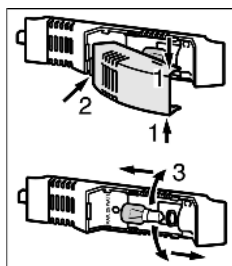

Fig. 18
- ▶ Afferrare il coprilampada sul lato superiore e inferiore Fig. 18 (1).
- ▶ Sbloccare il coprilampada sul retro e sganciarlo Fig. 18 (2).
- ▶ Sostituire la lampadina Fig. 18 (3).